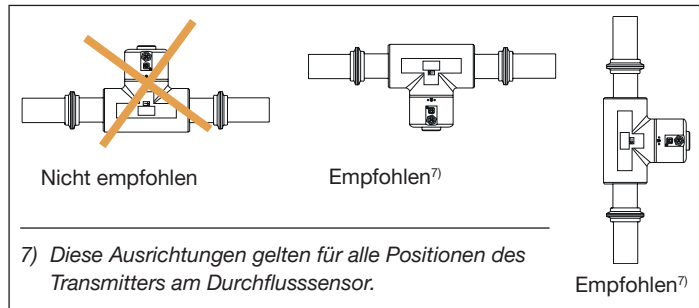

Bild 11: Ausrichtung eines Geräts, um den Einfluss hoher Flüssigkeitstemperaturen zu vermeiden
- Um sicherzustellen, dass die Innentemperatur des Transmitters den zulässigen Maximalwert nicht überschreitet, das Gerät entsprechend der Empfehlung in „Bild 11“ installieren.